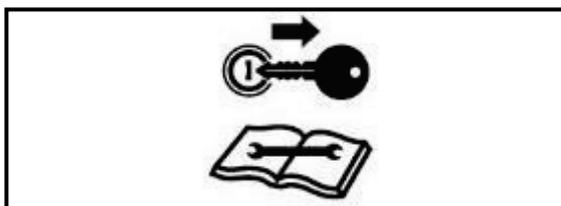

Fig. 67 Apagar la máquina y extraer la llave de contacto antes de iniciar los trabajos
- ➔ Apague el motor y extraiga la llave de contacto antes de abandonar el tractor para la realización de los trabajos en la máquina (Fig. 67).